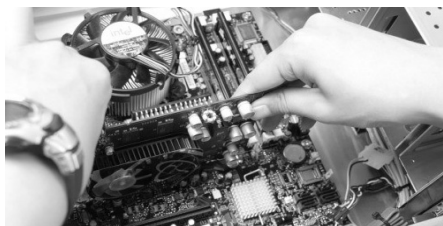

图 2-34 显卡的安装
(1) 先将机箱后面的 PCI-E 插槽挡板取下。
(2) 将显示卡插入主板 PCI-E 插槽中，如图 2-34 所示。